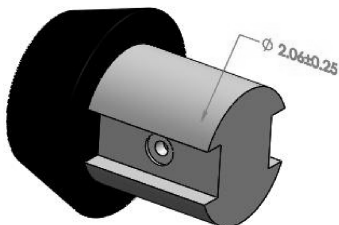

图 5-39 标注的大小尺寸
- 04 单击【确定】按钮，在空白区域放置尺寸，完成大小尺寸的标注，如图 5-39 所示。